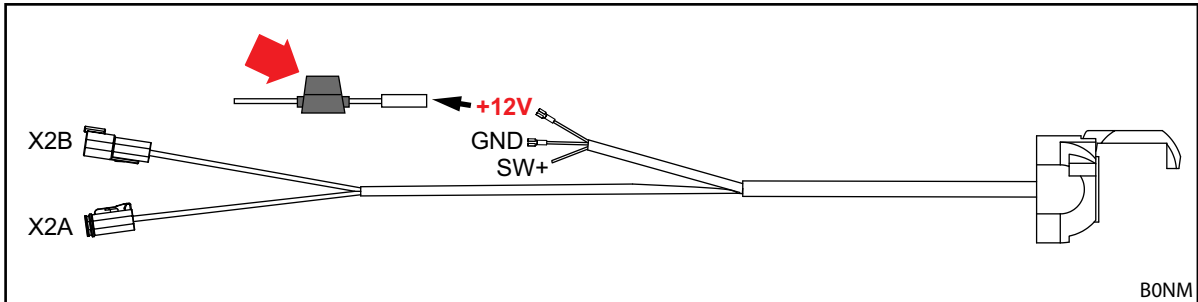

Fig. 52 Mazo de cables ISOBUS de STOLL
- Localizar y comprobar el fusible (n.º id. 0484860, véase la flecha roja en Fig. 52):